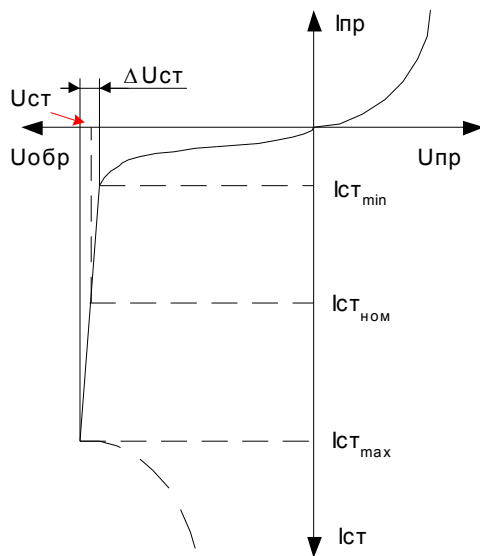

Рис. 42
- ◆ Минимальное, максимальное и номинальное значение тока стабилизации $I_{ст.мин}$, $I_{ст.мах}$, $I_{ст.ном}$. (смотрите рисунок 42).